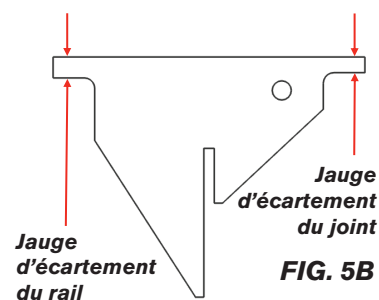

FIG. 5B
- Une autre façon est de mesurer l'espace libre avec la jauge d'écartement du joint fournie (Fig. 5B et 5C) : on doit pouvoir la glisser tout juste entre le joint d'extrémité et le talon du rail.